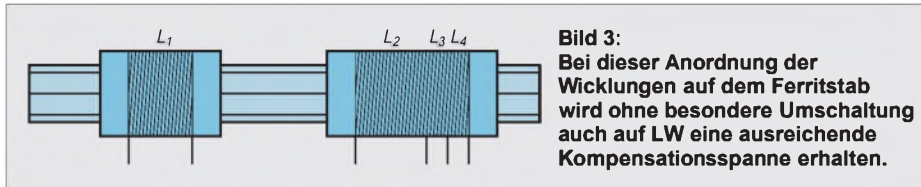

Bild 3: Bei dieser Anordnung der Wicklungen auf dem Ferritstab wird ohne besondere Umschaltung auch auf LW eine ausreichende Kompensationsspanne erhalten.
Um die vom Wellenbereich abhängigen Unterschiede in der Abgleichschärfe von $C1$ kleinzuhalten, wurden $L3$ und $L4$ fester an $L2$ (LW) gekoppelt als an $L1$ (MW). $R1$ wurde zur Dämpfung vorgesehen, da sonst die LW-Bandbreite unter 3 kHz lag. Die den Wicklungen zugeordneten Windungszahlen gelten einem Ferritstab von 20 cm Länge, $L1$ Hf-Litze 20 mm $\times$ 0,05 mm, sonst 10 mm $\times$ 0,05 mm oder Vollraht 0,08 mm CuSS. Bild 3 zeigt die Anordnung der beiden Spulen auf dem Ferritstab.